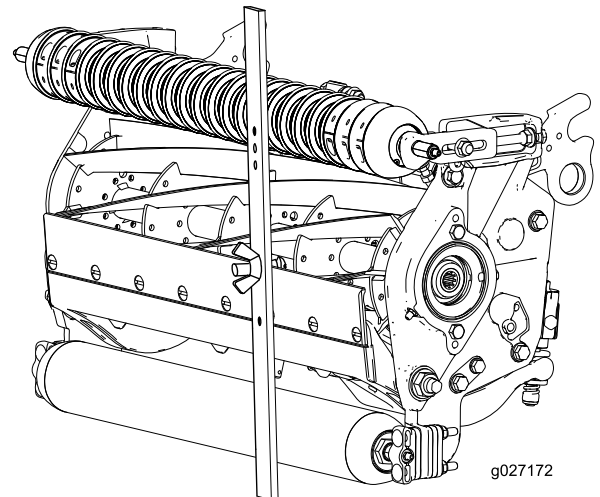

Figure 17
4. Accrochez la tête de la vis sur le tranchant de la contre-lame et appuyez l'arrière du gabarit contre le rouleau arrière (Figure 17).
5. Tournez la vis de réglage jusqu'à ce que le rouleau avant touche le gabarit (Figure 17).